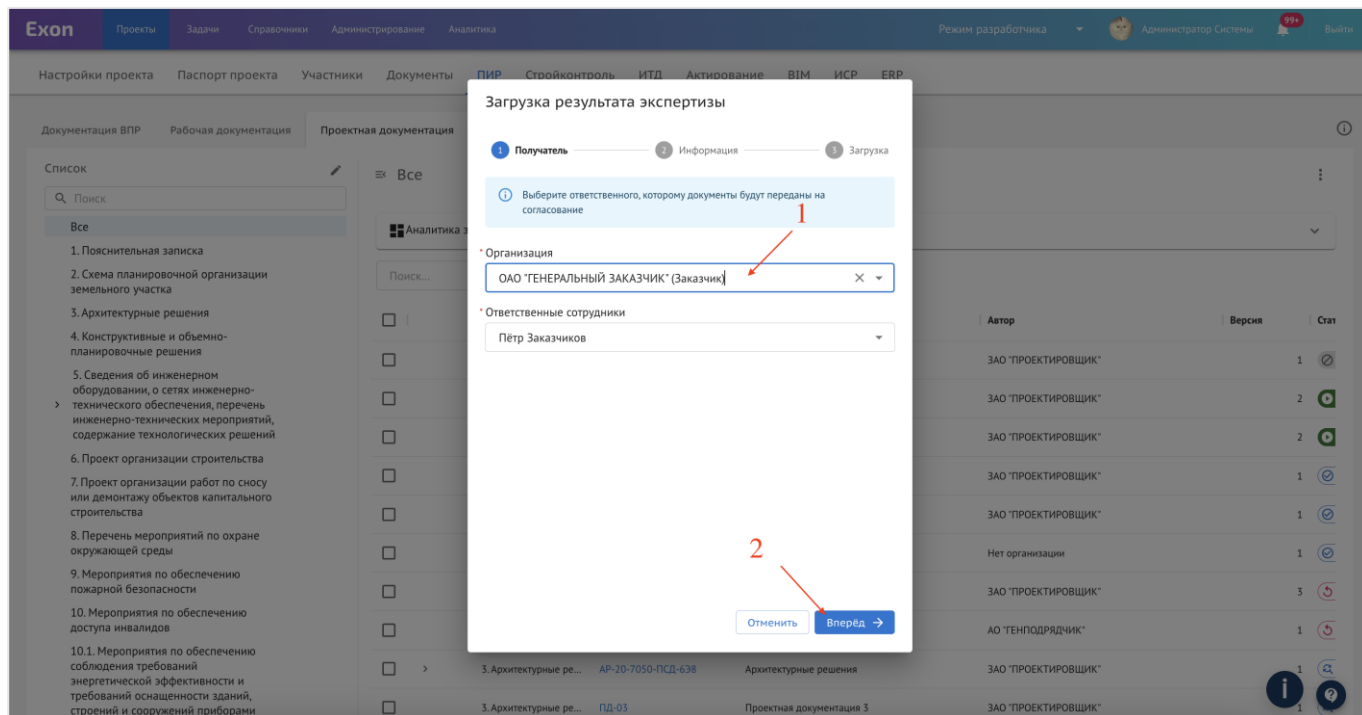

Рис. 98 – Выбор ответственного за согласование результатов экспертизы
2. В открывшемся окне выбрать ответственного за согласование результатов экспертизы (1) и нажать «Вперед» (2) (рис. 98);